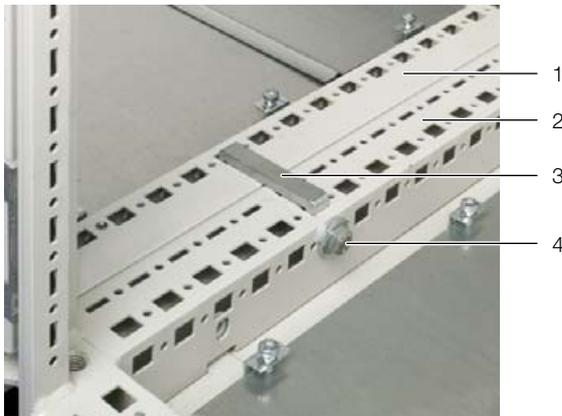

Abb. 28: Anreihzwinge
- Schieben Sie im vorderen Bereich eine Anreihzwinge (Abb. 28, Pos. 3) vom Serverschrank (Abb. 28, Pos. 2) aus durch die entsprechende Ausklinkung in der Seitenwand des LCP Inline (Abb. 28, Pos. 1).
- Schrauben Sie die Anreihzwinge vom Serverschrank aus fest (Abb. 28, Pos. 4), so dass die Rahmen von Serverschrank und LCP Inline fest miteinander verbunden sind.